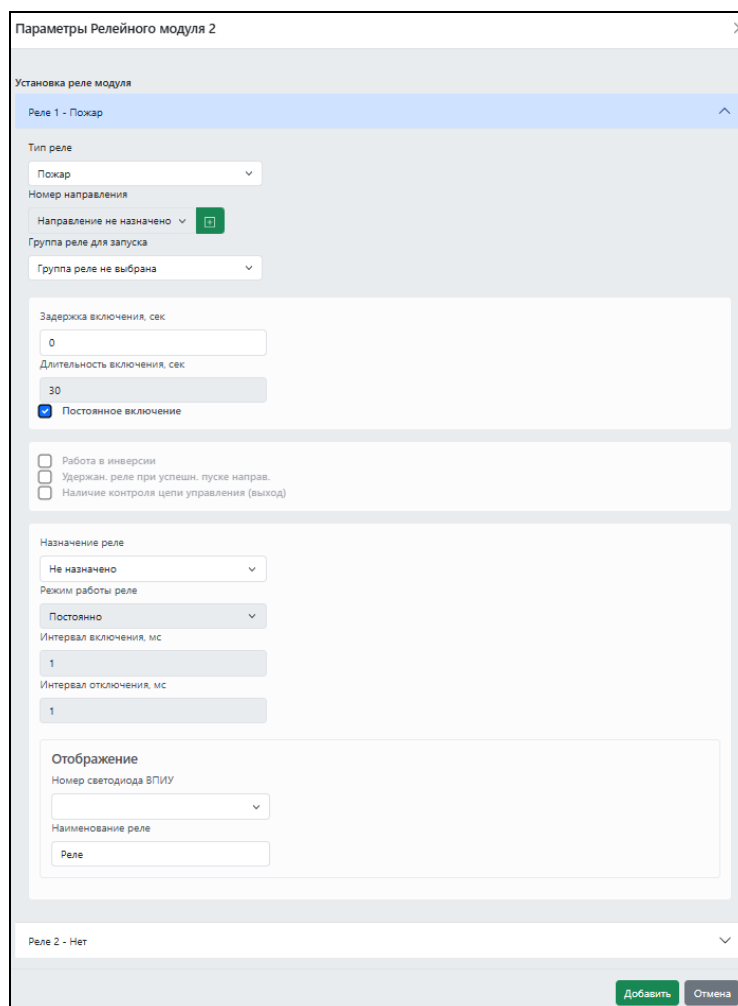

Рис. 28. Скриншот окна установки параметров реле типа «Пожар»
- «Пожар» – реле включится при переходе в состояние «Пожар» любой пожарной зоны, входящей в группу реле и выбранной во вкладке «Группы реле для запуска». Реле будет включено постоянно, пока хотя бы одна из указанных пожарных зон будет находиться в состоянии «Пожар» (см. рисунок 28);